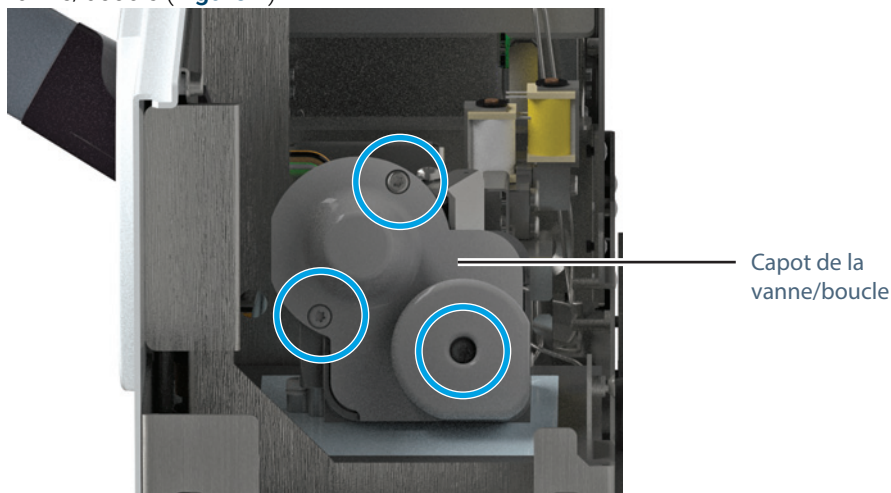

Figure 9. Capot de la vanne/boucle
- 4 Desserrez complètement les trois vis captives Torx T-20 situées sur le capot de la vanne/boucle (**Figure 9**).